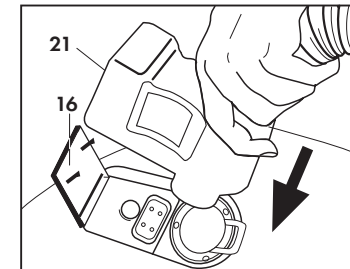
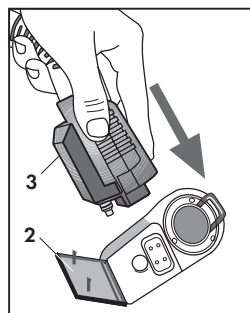

Fig. 10
Fig. 20
Fermer le volet de la prise des accessoires (16) sur le corps de la fixation rapide en vous assurant que les deux éléments s'accrochent. (Fig. 10)
FERRO DA STIRO (Fig. 20 - 21 - 22)
Per il suo utilizzo inserire l'attacco (3) del ferro da stiro nella sede della presa accessori (Fig. 20) al posto del tubo flessibile, come descritto a pag. 9 (Fig. 10) "Collegamento tubo Aspirazione/Iniezione".